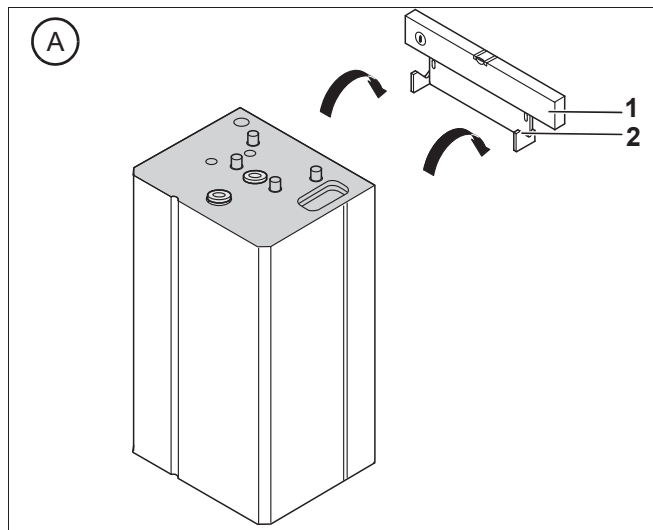

Рис. 5 Подвеска бака на стену (подключения сверху)
- ▶ При подвеске на стену разметьте отверстия под дюбели (рис. 5).
- ▶ Подвесьте бак соответственно подключению сверху двумя выемками на крюки кронштейна (рис. 5).